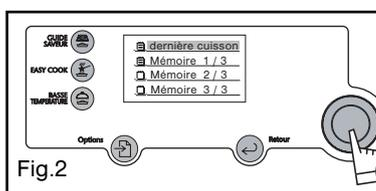

Fig.2
- Sélectionnez "dernière cuisson". L'écran affiche alors les derniers réglages concernant la dernière cuisson (fig.2).